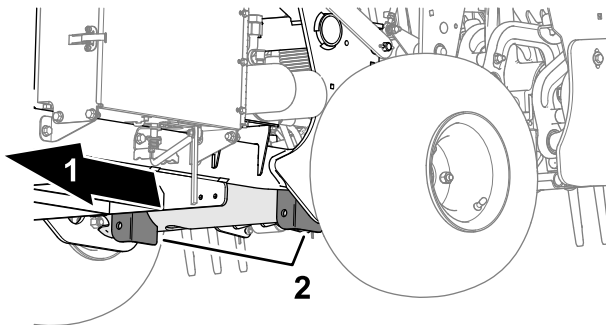

Figure 128
3. Placez le cric correctement sous la plaque du cadre, juste à l'intérieur de la roue arrière (Figure 128).